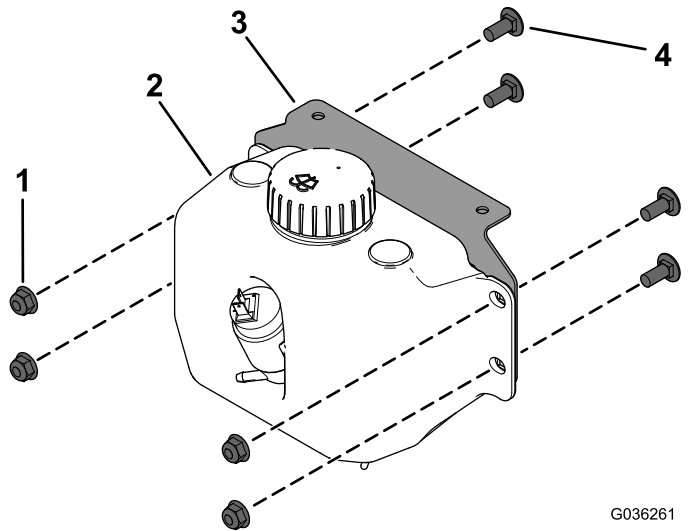

Figura 2
1. Instale el depósito de líquido de lavaparabrisas en el soporte de la botella de limpiador con los 4 pernos de cuello cuadrado ($5/16 \times 3/4$) y 4 contratueras ($5/16$), tal y como se muestra en la Figura 2.